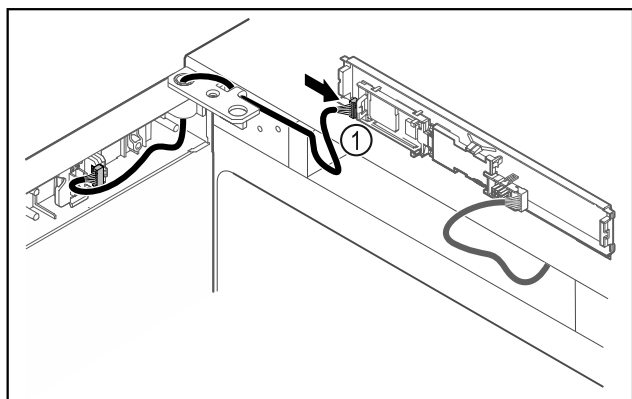

Fig. 49
- ▶ Piespraudiet spraudni Fig. 49 (1) pie shēmas plates.